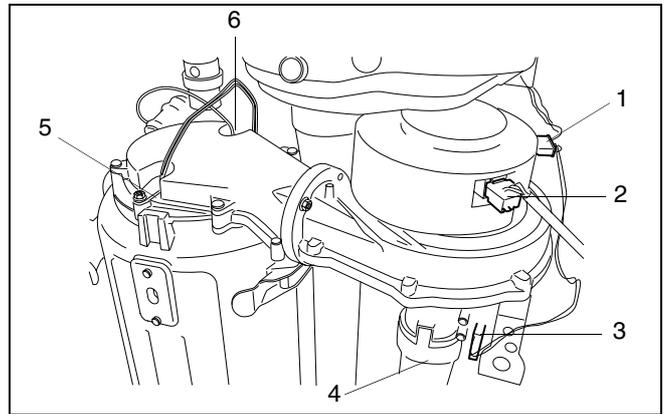

Abb. 37 Steckkontakt lösen
- Steckkontakte (Abb. 37, Pos. 1, 2 und 3) von Gebläse und Gasarmatur lösen.
- Luftansaugrohr demontieren (Abb. 37, Pos. 4).
- Steckkontakt von Ionisationselektrode (Abb. 37, Pos. 6) und Glühzünder (Abb. 37, Pos. 5) lösen.